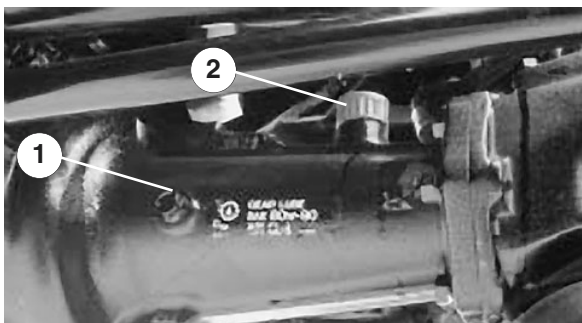

Bild 6
2. Entfernen Sie die Prüfschrauben aus der Achse und stellen Sie sicher, dass der Schmierstoff die Unterseite aller Löcher erreicht. Entfernen Sie bei niedrigem Ölstand die Ölfüllschrauben und füllen Sie genug Öl ein, um den Stand bis an die Unterseite der Löcher anzuheben (Bild 6).